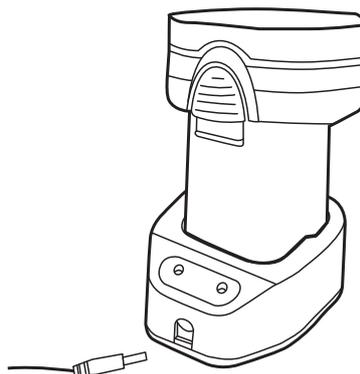

Abb. 4
4. Verbinden Sie den Ladeadapter (17) mit der Ladestation (13), indem Sie die Ladeklinke (18) in die Anschlussbuchse (14) der Ladestation stecken (Abb. 4).